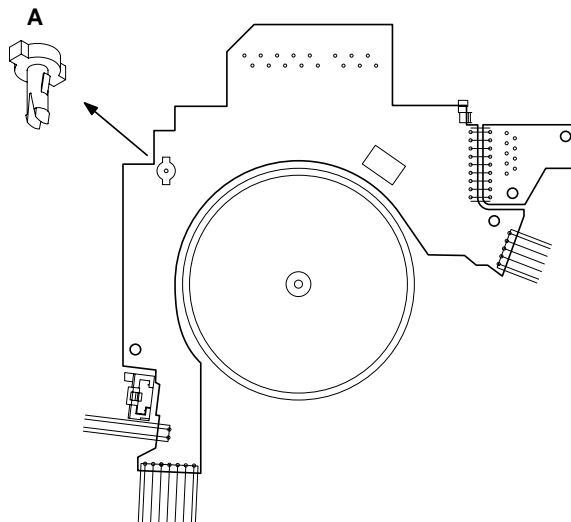

Fig. 20
- Sensorplatten-Einheit mit Spreizanker A (Fig. 20) heraushebeln und Platinen herausnehmen.
- Lift off the sensor print assembly with the expanding arbor A (Fig. 20) and take out the circuit boards.